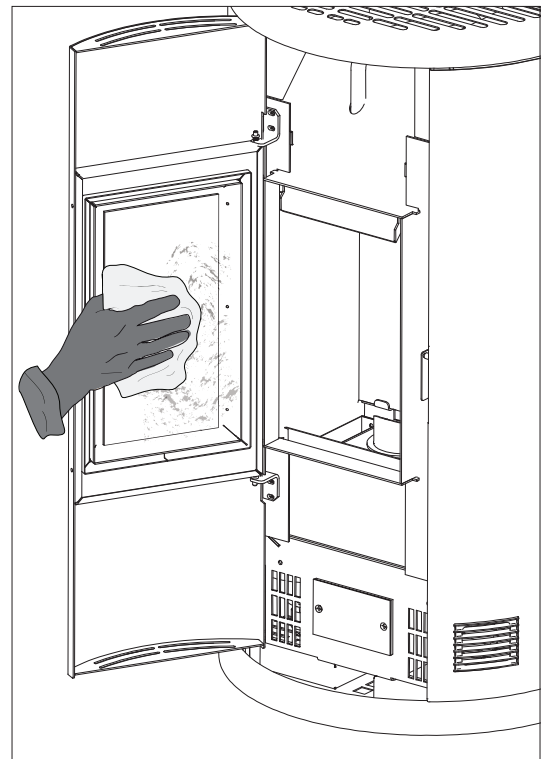

Fig. 4
Si effettua con un panno umido o con della carta inumidita e passata nella cenere (fig.4).
- Rimuovere le viti e togliere i pannelli laterali (Fig 4)